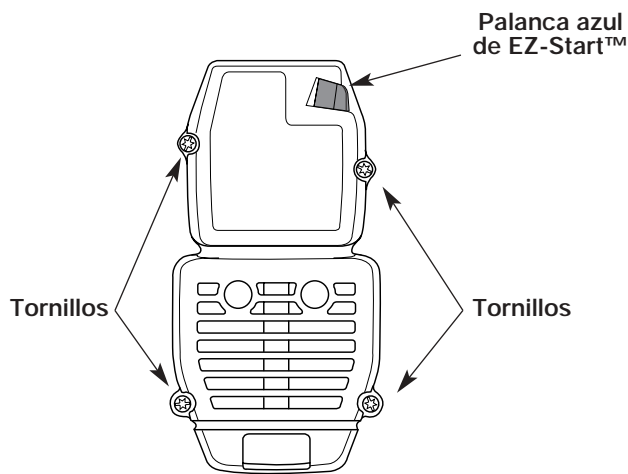

Fig. 26
1. Saque los cuatro (4) tornillos que sostienen la cubierta del silenciador / filtro de aire (Fig. 26). Use un destornillador de vástago plano o de broca Torx N° T20.
2. Inserte los cuatro (4) tornillos en los orificios de la cubierta del silenciador / filtro de aire (Fig. 26) y ajústelos. No los ajuste demasiado.